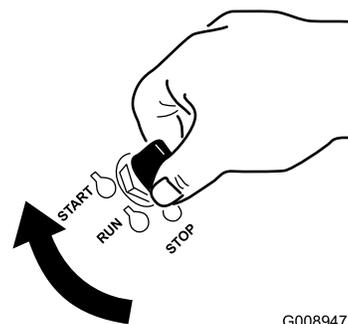

図 18
7. 始動キーを Start 位置に回す 図 18。エンジンが始動したら、キーから手を離す。